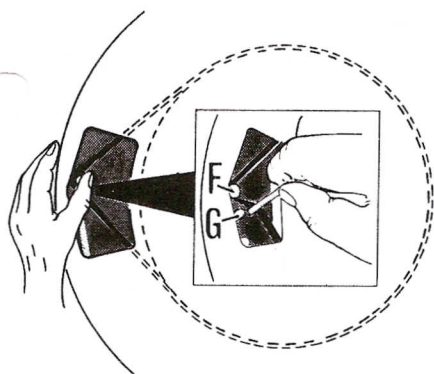

Fig.3. Montering av drivrem
1.3 Montering av platetallerken (fig. 3)
- Sett hastighetsvelgeren (8) til stilling 45.
- Legg tallerkenen på plass samtidig som drivremmen legges rundt motorakselen (F).
- Trekk drivremmen innover ved hjelp av en skrutrekker, fyrstikk eller liknende, til den går klar av hastighetsvelgerarmen (G), se fig. 3. Hold drivremmen i denne posisjon mens hastighetsvelgeren settes til stilling 33.
1.3 Assembling the turntable (fig. 3)
- Put the speed selector (8) to 45.
- Lay the turntable in position, at the same time putting the drive belt round the motor axle (F).
- Pull the drive belt inwards with the aid of a screwdriver, matchstick or the like, until it is clear of the speed selector arm (G), see fig. 3. Hold the drive belt in this position while the speed selector is moved to the 33 position.